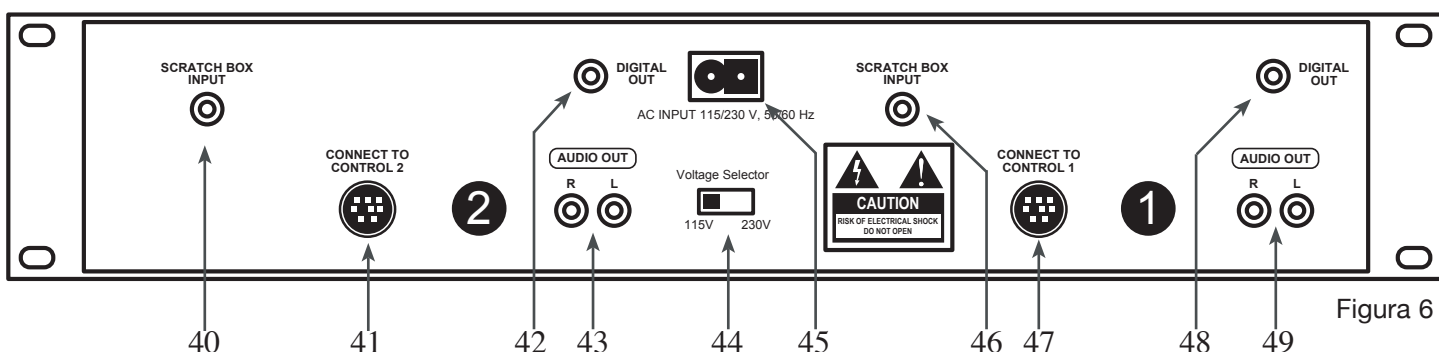

Figura 6
39. BANDEJA TRANSPORTADORA DE LA UNIDAD 2 - Esta bandeja se utiliza para cargar un CD en el mecanismo de la unidad 2 y también para retirarlo de ésta. Al presionar el botón OPEN/CLOSE (38), la unidad 2 se abre y se cierra. Nunca debe forzarse el desplazamiento de la bandeja para abrirla o cerrarla mientras el suministro eléctrico está inactivo.
D. UNIDAD TRANSPORTADORA - POSTERIOR (FIGURA 6)